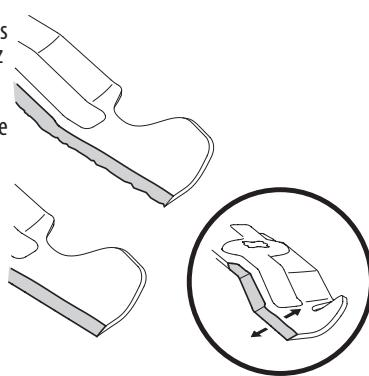

Figure 25
5. Pour aiguiser les lames, la même quantité de métal des deux extrémités des lames sur le côté tranchant. Aiguisez le bord tranchant sur toute sa longueur, parallèlement au bord arrière, soit à un angle de 25° à 30°. Voir Figure 25.